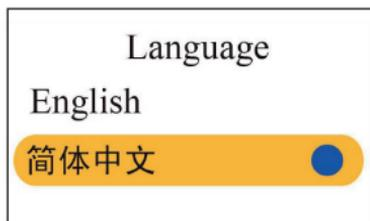

Figura 4.10C Configuración de Idioma
- Idioma: Este Oxímetro provee una pantalla en dos idiomas: Inglés y chino simplificado, el valor predeterminado de fábrica es “Inglés”, como se muestra en la Figura 4.10C.